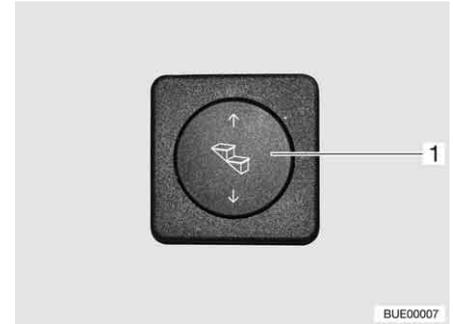

Bild 9 Bedientaster Eintrittstufe
- Wipptaster (Bild 9,1) unten drücken und gedrückt halten (mindestens 3 Sekunden), bis die Eintrittsstufe vollständig ausgefahren ist.
- Wipptaster (Bild 9,1) oben drücken, bis die Eintrittsstufe vollständig eingefahren ist.